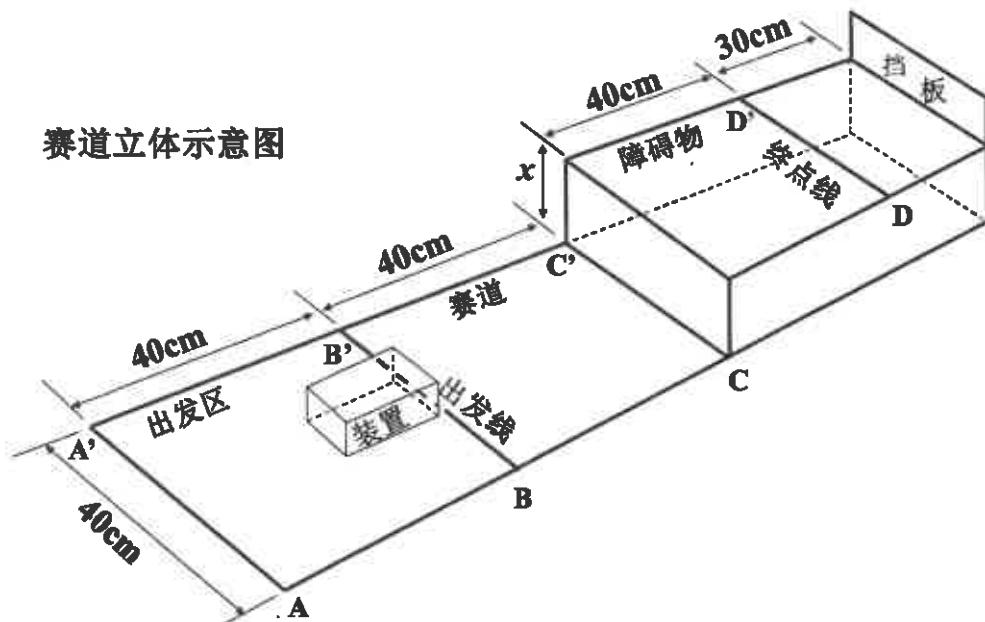

图 1 初赛赛道立体示意图
3) 赛道尺寸如图 1 所示。赛道宽度 40cm，出发区长 40cm，出发线 (BB₁) 至障碍物下边缘 (CC₁) 40cm，障碍物上边缘至终点线 (DD₁) 距离 40cm；终点线后 30cm 处设置一挡板。x 为障碍物高度。